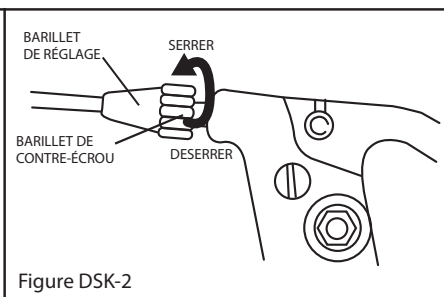

Figure DSK-2
Régler des freins cantilever ou à tirage latéral : Pour effectuer des ajustements mineurs, vous pouvez tourner dans le sens opposé ou dans le sens des aiguilles d'une montre le barillet de réglage du câble situé sur l'étrier de frein (figure BRK-1) ou sur le levier (figure DSK-2).
- Pour effectuer des ajustements mineurs, tournez le barillet de réglage, situé sur le levier de frein (figure DSK-2) dans le sens opposé ou dans le sens des aiguilles d'une montre.